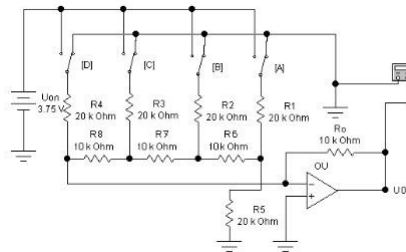

Рис. 2. ЦАП лестничного типа.
Схема ЦАП лестничного типа приведена на рис. 2. Она состоит из резистивной матрицы R-2R, напоминающей лестницу, и суммирующего усилителя. Преимущество такого соединения резисторов заключается в том, что используются резисторы только двух номиналов. Сопротивление каждого из резисторов R1...R5 равно 20кОм, а резисторов R6...R8, R0-10кОм.
Выходное напряжение ЦАП на рис. 2 определяется по формуле:
где S_i – значение цифрового сигнала (0 или 1) на i -том входе, n -число разрядов преобразования (для схемы на рис.2 $n = 4$), R – сопротивление резистора матрицы R-2R ($R = 10$ кОм для схемы на рис. 2).
3. Какими преимуществами обладает ЦАП рис.1 над рис.2?